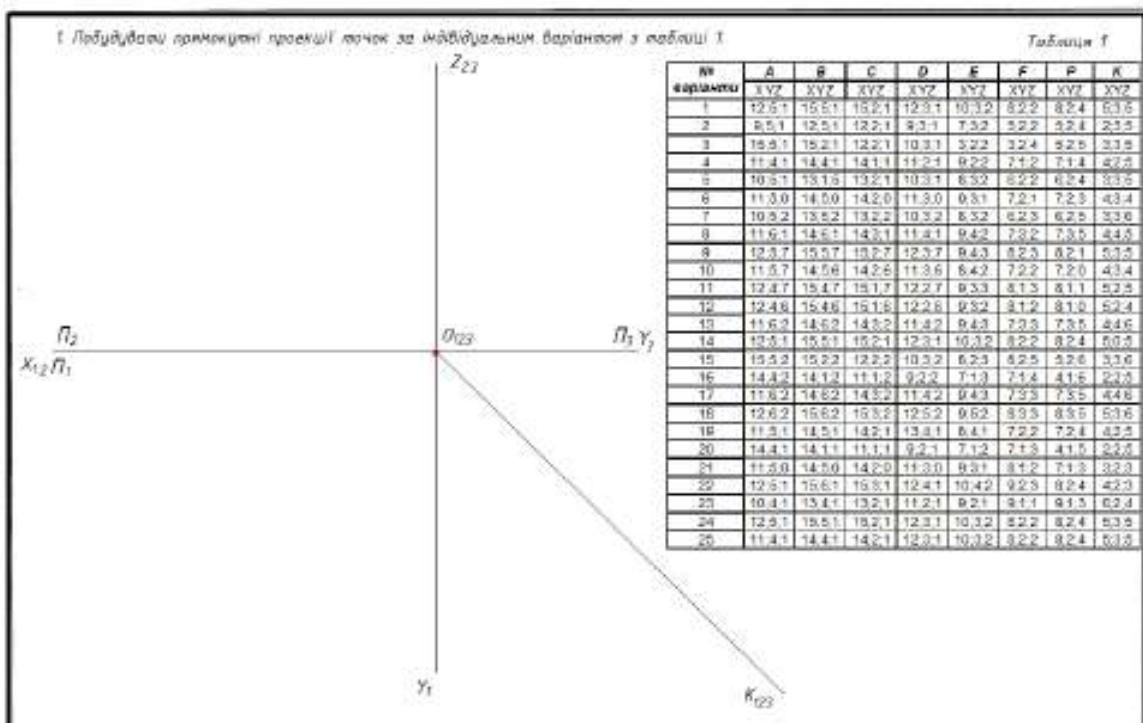

Рис.3 – завдання № 1 в.
2. Студент самостійно виконує за своїм індивідуальним варіантом (по номеру у списку групи) завдання № 1 в. (рис. 3). Треба побудувати ламану лінію на площинах проекцій П₁, П₂, П₃ по заданим координатам x, y, z.